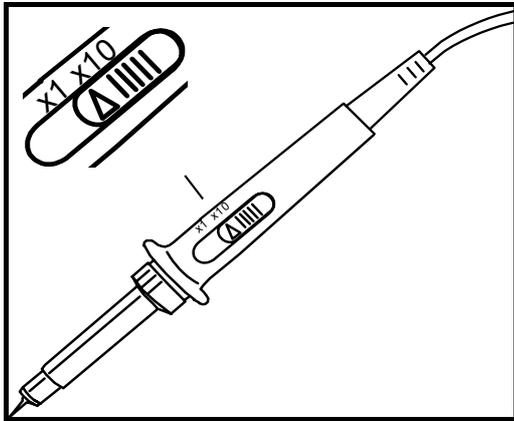

Fig 25 Prima a tecla 'Probe x1/x10' para ajustar convenientemente as pontas de prova, x1/x10. (Ver Fig. 25)
- Na base de tempo 1s/div ou inferior, os readouts são forçados a dar a informação instantânea. 'Vs' (Ver Fig. 25)